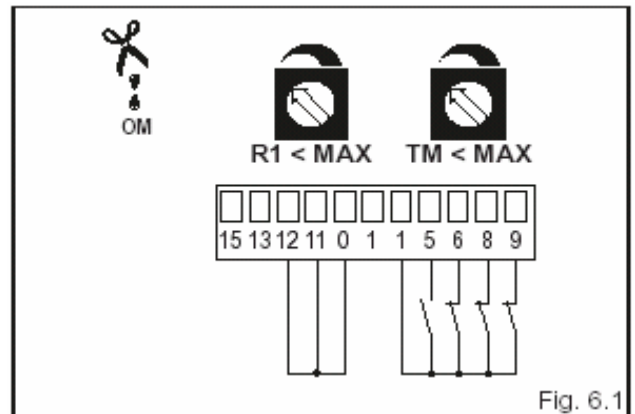

Fig. 6.1
- (rys.6.1) **Skrzydło zatrzymuje się na zderzakach mechanicznych i na przeszkodach**